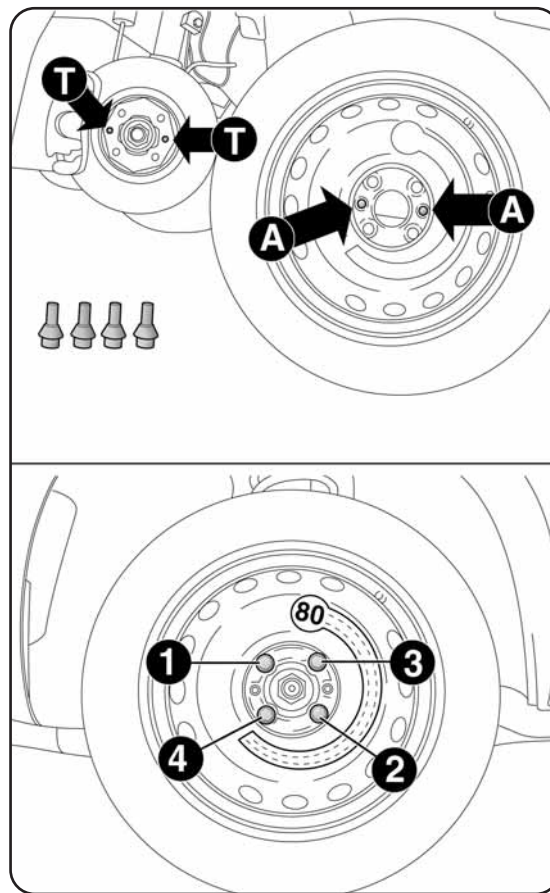

fig. 13
- stringere a fondo i bulloni, passando alternativamente da un bullone a quello diametralmente opposto, secondo l'ordine illustrato in fig. 13.